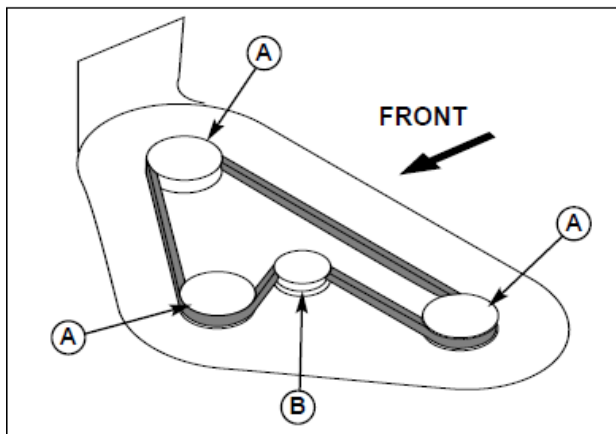

図 44 モアデッキのベルト取り回し-全モデル
6. 図 44 で示すように新しいベルトを取付けてください。ベルトのV側がプーリー(A)溝に収まるようにしてベルトの平らな側がアイドルプーリー (B) に当たることを確認してください。